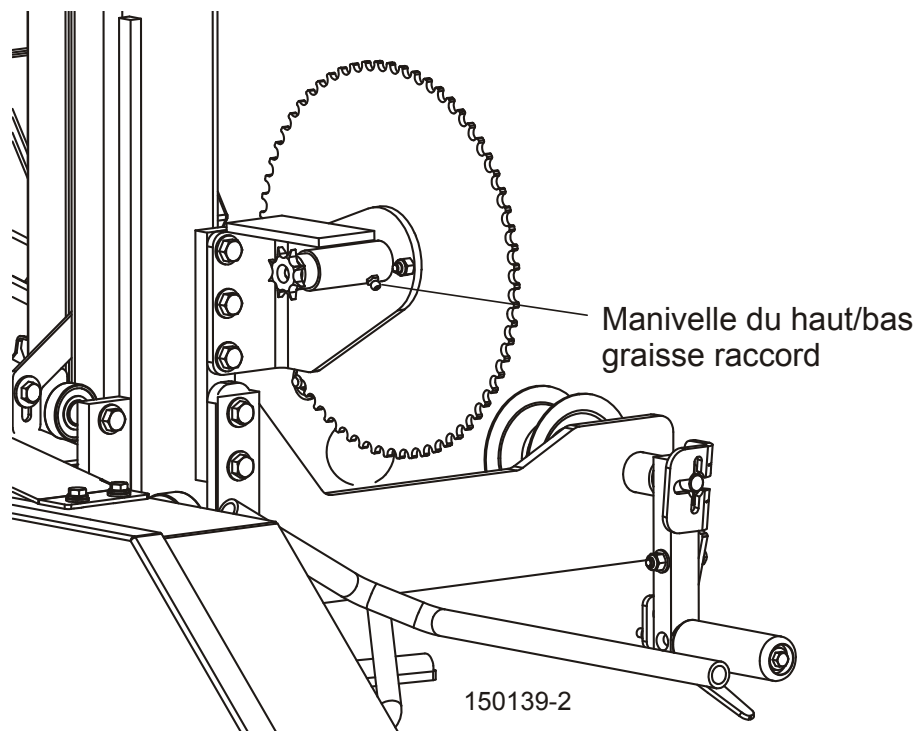

FIG. 5-6
**Voir Figure 5-6.** Lubrifiez les roulements de la poignée de manivelle du haut/bas toutes les 200 heures de fonctionnement avec la graisse de lithium NLGI No. 2 grade. Graissez le raccord du tube du support de la poignée.